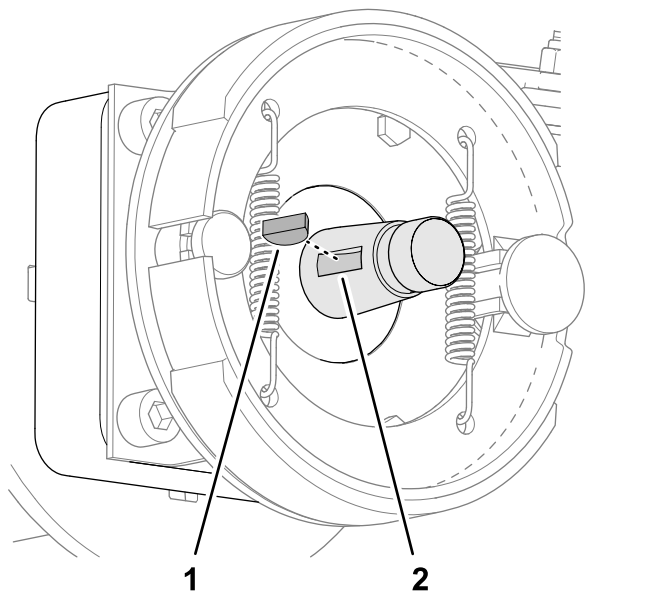

**Figure 62**
1. Retirez les contre-écrous qui fixent le moyeu sur l'arbre du moteur de roue (Figure 61 ou Figure 62).
4. Utilisez l'extracteur de moyeu de roue spécifié pour déposer le moyeu de roue et le tambour de frein de l'arbre du moteur de roue (Figure 61 ou Figure 62).